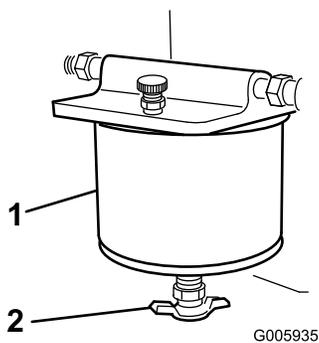

図 13
3. ドレンバルブを開いてフィルタに溜まっている水を抜く（図 13）